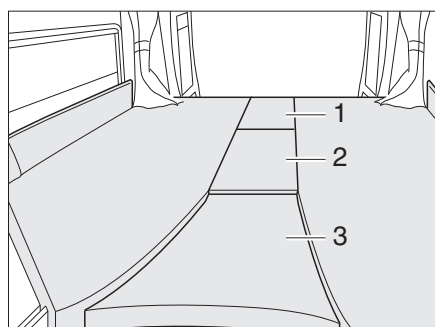
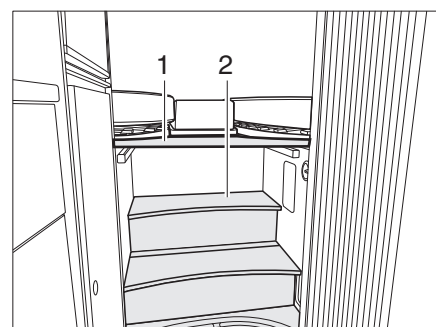

Fig. 50 Letto doppio posteriore
Fig. 51 Letto doppio scala
▷ Per poter utilizzare la scala, non utilizzare la tavola (Fig. 51,1) al di sopra della scala ed il cuscino aggiuntivo (Fig. 50,3).
- Collocare la tavola (Fig. 51,1) sulle colonne al di sopra della scala (Fig. 51,2).
- Applicare i cuscini aggiuntivi (Fig. 50,1, 2 e 3).